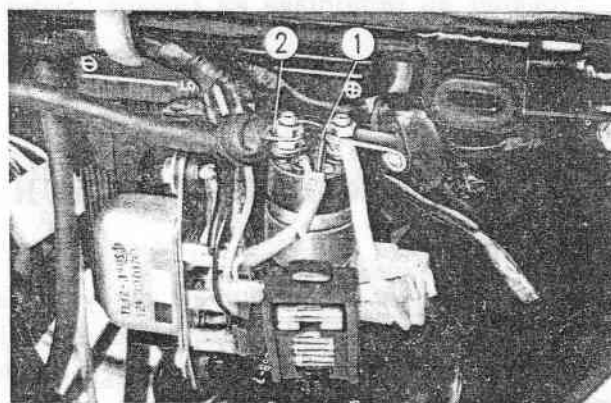

Fig. 9-3 ① Relais magnétique
1. Déposer le carénage gauche et débrancher le câble de liaison démarreur relais magnétique. (Fig. 9-3)